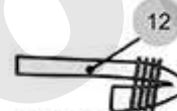

Рис. 5
Последний Разветвитель(10) устанавливается максимально близко к концу Шланга (12). **Не допускается провисов, перегибов, переламываний всех Шлангов (!).**(рис. 3). Конец Шланга (12) необходимо тщательно заделать (заглушить): переломите конец шланга, плотно перемотайте его крепкой ниткой (см. рис.5). Вода вытекать из конца шланга (12) не должна!